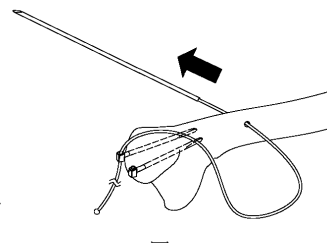

図 3
- ケーブルと一緒にパッサーを引き抜き、ケーブルを骨孔に通します。（図 3）